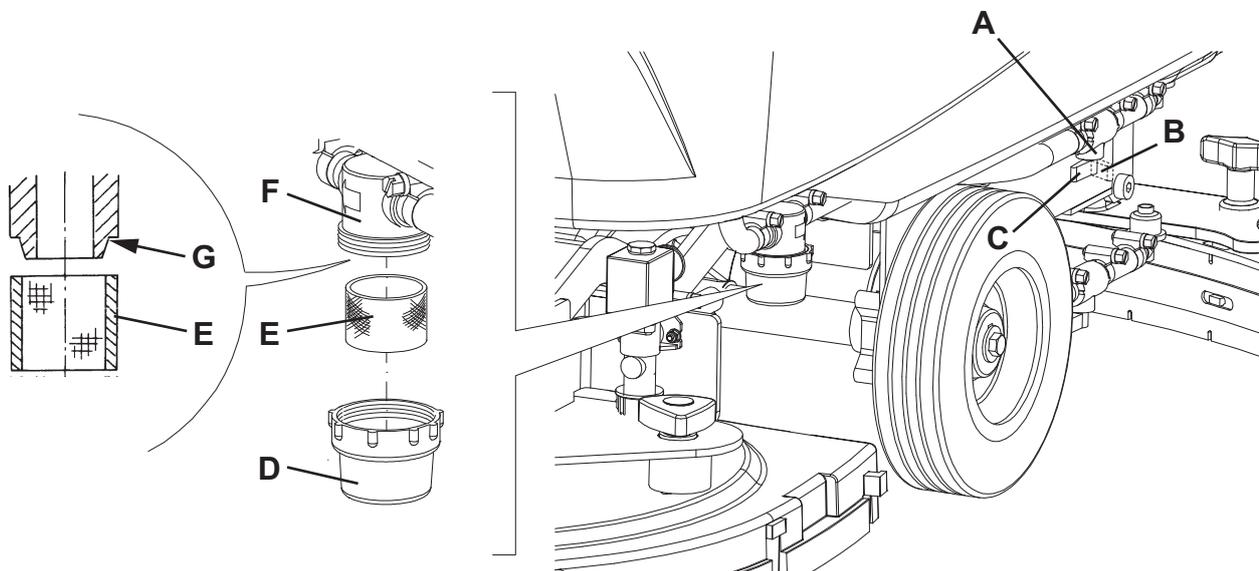

Figure 6
3. Fermer le robinet (A, Fig. 6) de la solution situé dessous la machine, derrière la roue arrière droite. Le robinet (A) est fermé quand il se trouve dans la position (B) par rapport au robinet et il est ouvert quand il se trouve dans la position (C).
4. Déposer le couvercle transparent (D), puis déposer le filet filtrant (E). Les nettoyer et les reposer sur le support (F).
- Débrancher le connecteur (12) des batteries.
- Déplacer le tuyau de vidange de l'eau de récupération (16).
- Si équipé, déposer le câble (I, Fig. 6) du chargeur de batterie du logement (J).
- Déposer les vis (A) et déplacer le tableau (B) avec soin en dégageant la bague en caoutchouc (K) de son logement dans le tableau (B).